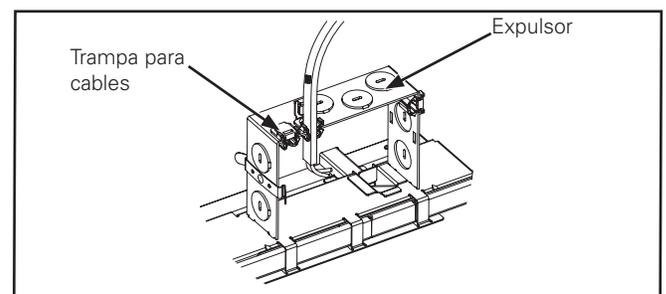

Figura 9.
- Retire los tornillos de ajuste de la altura del collar para instalar un collar de profundidad ampliada (Figura 9.), prestando atención a la orientación. Inserte el collar de profundidad ampliada en la misma orientación y vuelva a instalar los tornillos de ajuste de la altura del collar. Ajuste el collar de profundidad ampliada al ras, con un límite de x pulgadas, con respecto al techo terminado y apriete los tornillos de ajuste de la altura del collar.
Debe realizarse el servicio eléctrico conforme al Código Eléctrico Nacional correspondiente, desde una caja de conexiones adecuada para la caja de cables localizada en el bastidor con revocado. (Figura 9.)